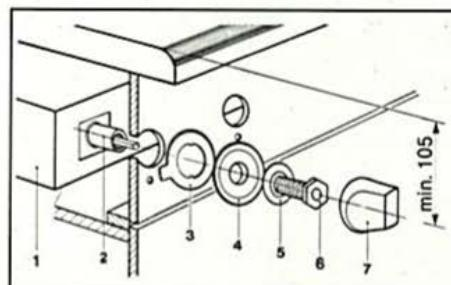

afb. 4
1. Volgens Afb. 4 en het boor patroon de boringen Ø 35 mm voor de bevestiging van het schakel element en Ø 4 mm met 3 mm boord diepte voor de bevestiging van de verlichtingsplaten in de